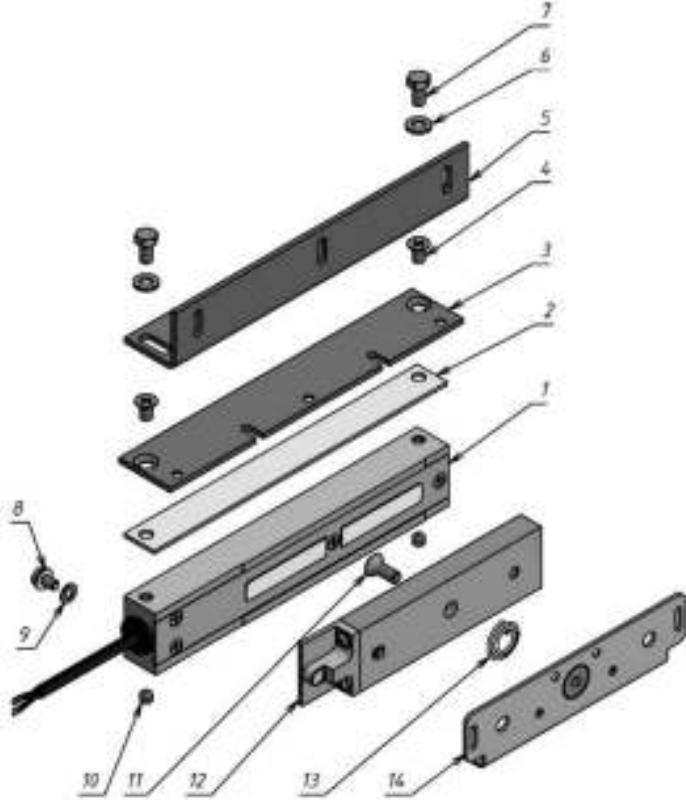
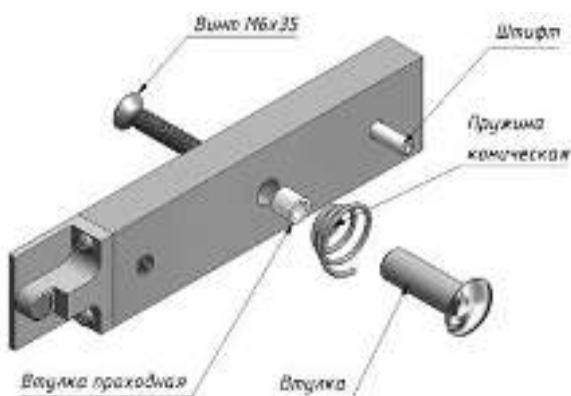

Рисунок 1 – Комплект поставки
Рисунок 2 - Комплект крепления якоря якоря
4.1 В комплект поставки замка входят (рисунок 1):
- корпус (1)	1 шт.
- планка (2)	1 шт
- пластина монтажная (3)	1 шт.
- винт M6x10 потайн. (4)	2 шт.
- угольник (5)	1 шт.
- шайба 6 (6)	2 шт.
- болт M6x12 (7)	2 шт.
- винт заземления M5x8 (8)	1шт.
- шайба 5 (латунь) (9)	2 шт.
- винт M6x6 уст. (нерж.) (10)	2 шт.
- винт M6x16 (потайн.) под ключ S4 (11)	1 шт.
- якорь (12)	1 шт.
- пружина коническая (13) (из комплекта крепления якоря)	1 шт.
- пластина крепления якоря (14)	1 шт.
- комплект крепления якоря (рисунок 2)	1 шт.
Замок состоит из корпусной части и якорной части (рисунок 1). Для обеспечения эксплуатационных характеристик рабочие поверхности корпуса и якоря должны быть совмещены и плотно прилегать друг к другу при закрывании двери.
Корпус замка может крепиться при помощи угольника (5) или через монтажную пластину (3) (рисунок 1). Если позволяет конструкция места монтажа, допускается крепление непосредственно через крепежные отверстия в корпусе замка (резьба M6), длина винтов в этом случае определяется по месту, при этом в тело корпуса винты должны входить не более чем на 8мм.
- с помощью комплекта крепления якоря с отверстиями в двери для винта крепления якоря и фиксирующего штифта (рисунок 2);
- без отверстий в двери, с помощью монтажной пластины крепления якоря (12) (рисунок 1)